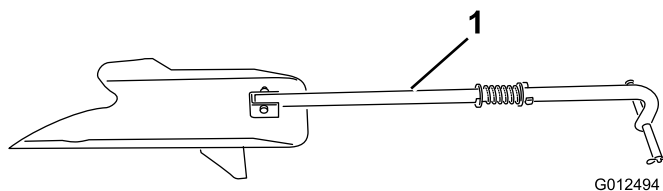
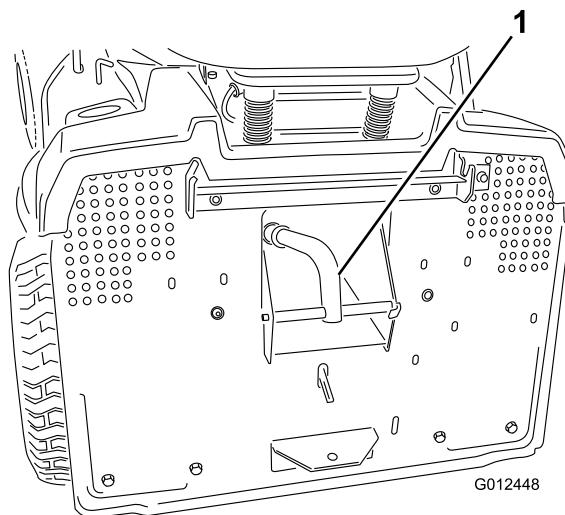

Figure 18
Figure 19
5. Insérez l'obturateur de mulching (Figure 18) dans l'ouverture d'éjection à l'arrière de la machine, et accrochez-le dans l'orifice de l'éjecteur (Figure 19).